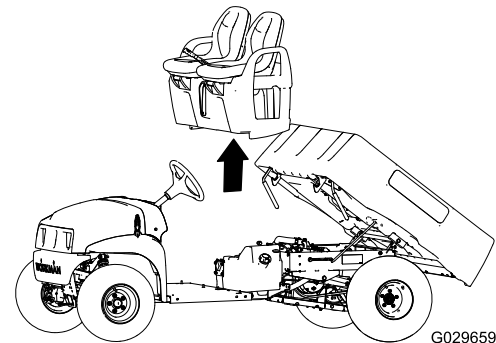

**Figura 41**
1. Sulla parte inferiore della macchina, rimuovete gli 8 bulloni a testa flangiata e le 8 rondelle che fissano la base del sedile al pianale e al canale posteriore della cabina (Figura 41).
2. Sollevare con cautela i sedili, la base dei sedili e i cavi del freno di stazionamento dalla macchina (Figura 41).
1. Sollevare i sedili e la relativa base sulla macchina e allineare i cavi del freno al telaio (Figura 41 e Figura 42).
2. Allineare i fori nella base del sedile con i fori nel pianale e nel canale posteriore della cabina (Figura 41 e Figura 42).